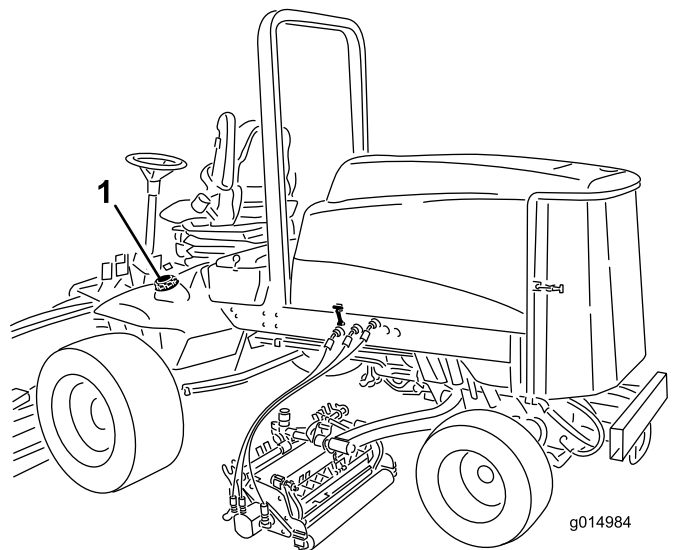

Figura 38
3. Togliete il tappo dal serbatoio carburante (Figura 38).